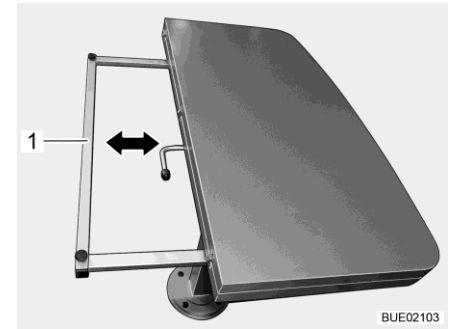

Bild 126 Tischplatte verkleinern
- Den Stützrahmen (Bild 126,1) auf beiden Seiten halten und gleichmäßig bis zum Anschlag unter die Tischplatte schieben.